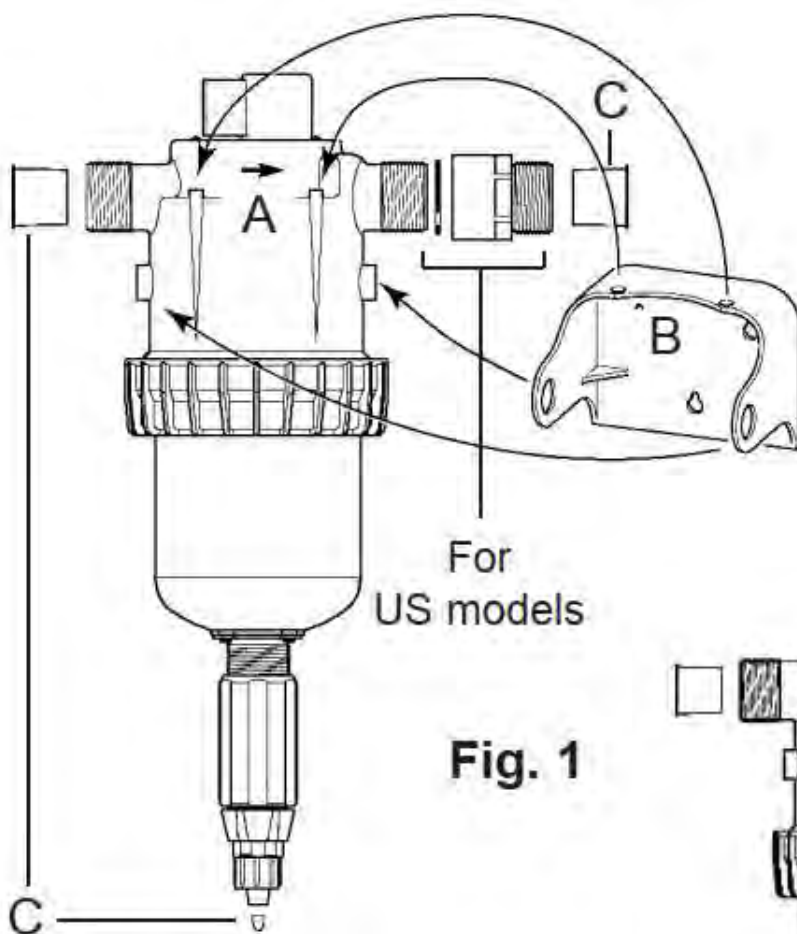

Fig. 1
- ブラケットを使用すると、ドーサトロンを壁に固定できます。側面の 2 つのラグと上部ポンプ部分の 2 つのラグ (図 1-A) がカチッと所定の位置に収まるまで、ブラケット アームを離してドーサトロンをブラケットにはめ込みます (図 1-B)。